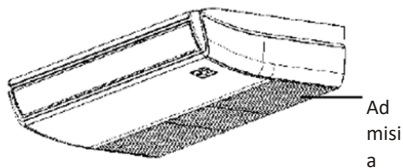

Fig. 13
- Deschideți priza de aer cu șurubelnița sau ceva de genul ăsta. (Consultați Fig.13)